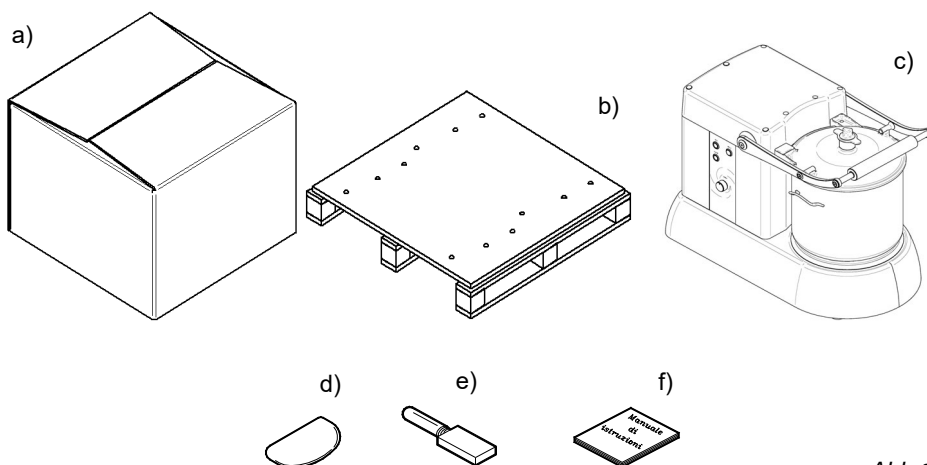

Abb.3
3.1 - Versand des Geräts (siehe Abb. 3)
- 3) Den zum Lieferumfang des Cutters zählenden Schleifstein nehmen (Bez. (d) - Abb. 3) und die nachfolgenden Schritte sehr vorsichtig ausführen. **ACHTUNG!!!** Den Schleifstein gleichmäßig von innen nach außen an der Schneide der Messer führen, bis die Schärfe der Klinge optimal wiederhergestellt ist.